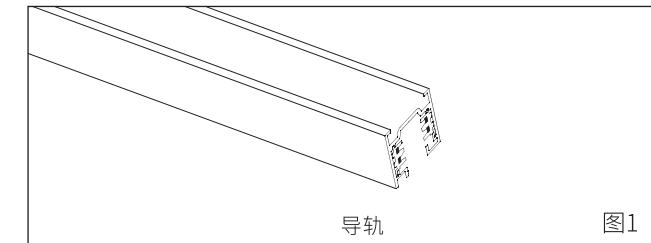

图1
1. 本产品配用Mayalit品牌导轨(图1) 或者其他品牌可兼容的导轨, 配用导轨参数: 输入电压: AC220~240V最大承载电流16A;